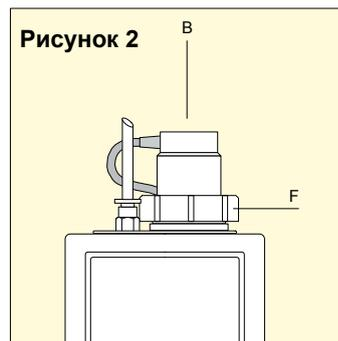

Рисунок 2
Открутите поджимную гайку (F), чтобы снять держатель датчика (B) со штуцера подачи газа экстрактивного модуля ХТ – Рисунок 2.